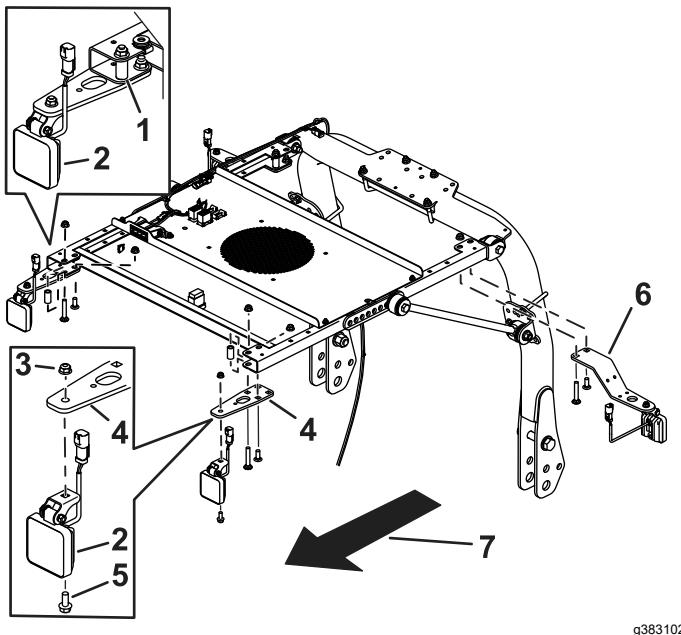

Figura 5
- Fixe cada suporte à estrutura do toldo com um parafuso grande de carroçaria, um parafuso curto de carroçaria, um espaçador e duas porcas flangeadas (Figura 3 et Figura 5).
- Instale uma luz em cada suporte com um parafuso de carroçaria e uma porca (Figura 5).